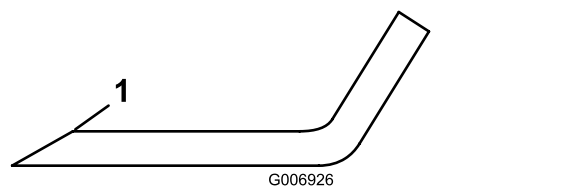

図 74
4. 全部のブレードの刃先を丁寧に点検する。刃先に磨耗や欠けがある場合には研磨するが、研磨は刃先の上面だけに行い、刃の元々の角度を変えないように十分注意する **図 74**。